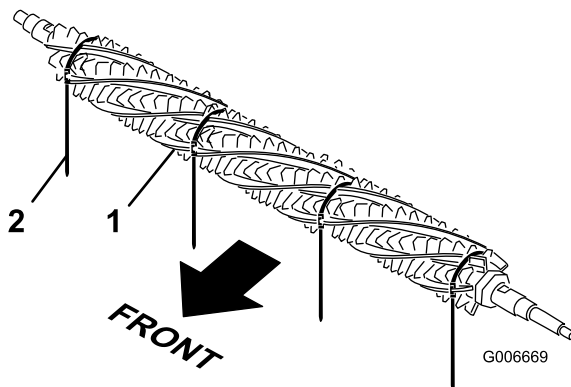

Figura 38
- Desde un lado del molinete del acondicionador, deslice un cepillo en cada ranura alrededor de toda la longitud del molinete del acondicionador (Figura 38).